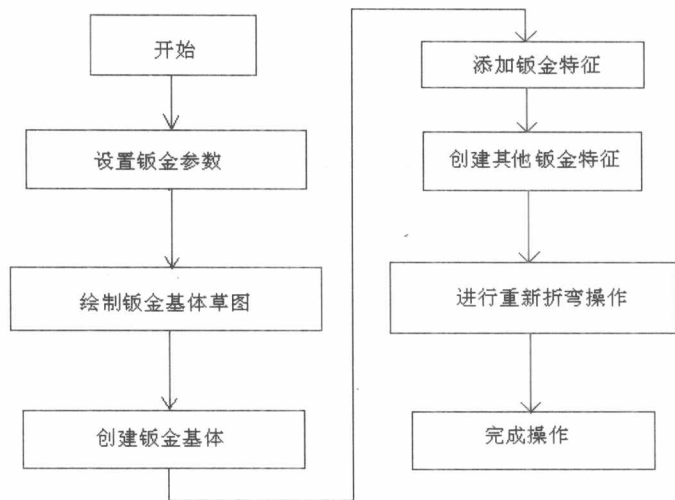

图 1-5 UG NX 6.0 钣金设计操作流程
- (1) 设置钣金参数。设置钣金参数是指设定钣金参数的预设值, 包括全局参数、定义标准和检查特征标准等。
- (2) 绘制钣金基体草图。钣金基体草图可以通过草图命令进行绘制, 也可以利用现有的草图曲线。
- (3) 创建钣金基体。在钣金模块中, 钣金基体可以是垫片, 也可以是轮廓弯边和放样弯边。
- (4) 添加钣金特征。在钣金基体上添加钣金特征, 在【钣金特征】工具条和【NX 钣金】工具条中选择各类钣金命令, 如弯边、折弯等。
- (5) 创建其他钣金特征。根据需要进行取消折弯、添加钣金孔、裁剪钣金操作。
- (6) 进行重新折弯操作完成钣金件设计。图 1-5 所示 UG NX 6.0 钣金设计的操作流程。